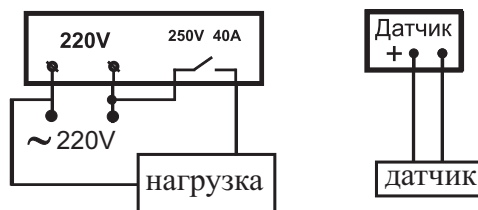

Рис.4 Схема подключения.
5.2 Смонтировать прибор в выбранном месте и собрать электрическую схему приведенную на рис.4 Датчик полярный и если при подключенном датчике на индикаторе высвечиваются две черточки, вместо числа, необходимо поменять местами подключенные к клемнику провода.